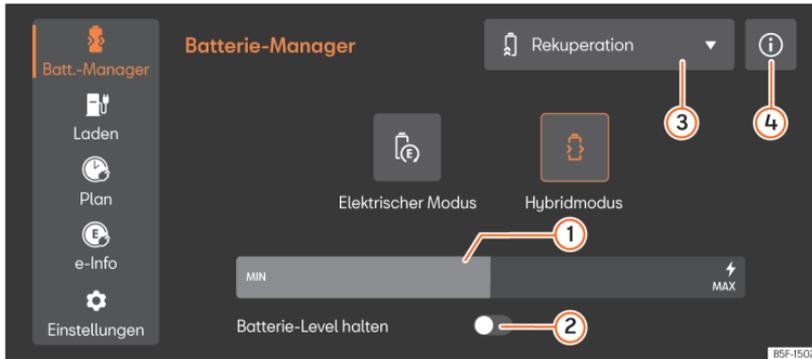

Abb. 119 Im Infotainment-System: Menü Batterie-Manager
- Wählen Sie im Infotainment-System **Elektrischer Betriebsmodus** oder **Hybrid-Modus**. Weitere Informationen zu dem Betriebsmodus finden Sie in ① >>> (Abb. 119) ④.
Legende zur  **[Abb. 119]**: